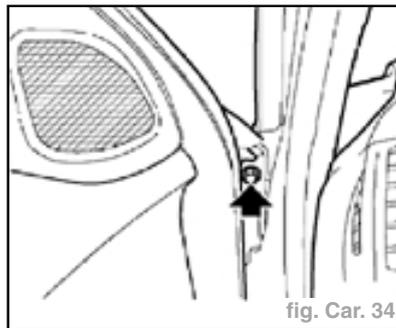

fig. Car. 34
- Déposer la vis de fixation sur le pied avant (fig. Car. 34).